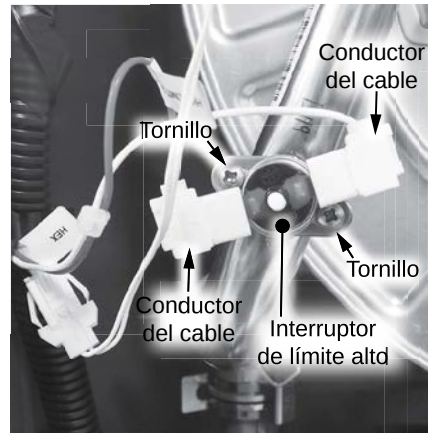

Figura 198 - Desconecte y retire el interruptor de límite alto del tubo de salida HEX.
23 Ubique el interruptor de límite alto instalado en el tubo de salida HEX, como se muestra en la Figura 198. Desconecte los dos (2) conductores del cable del interruptor de límite alto (etiquetado "HI LIMIT 2"). Retire los dos (2) tornillos que fijan el interruptor de límite alto al tubo de salida HEX. Retire el interruptor de límite alto y déjelo a un lado con los dos (2) tornillos en un lugar seguro para volver a instalarlos.